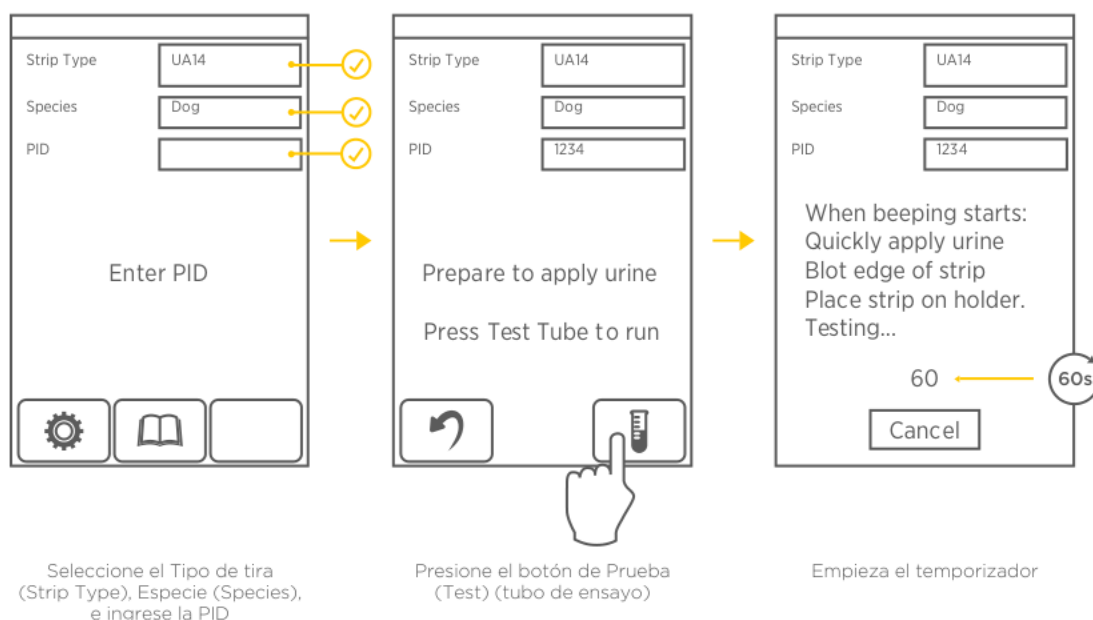

Fig. 10 Ingrese la información del paciente.
2. Introduzca la información de la prueba (Fig. 10)
4. Aparece el temporizador. Realice los siguientes tres pasos antes de que el temporizador llegue a 35. La tira reactiva debe colocarse en la Bandeja de Tiras antes de que el temporizador llegue a 35 (Fig. 10).